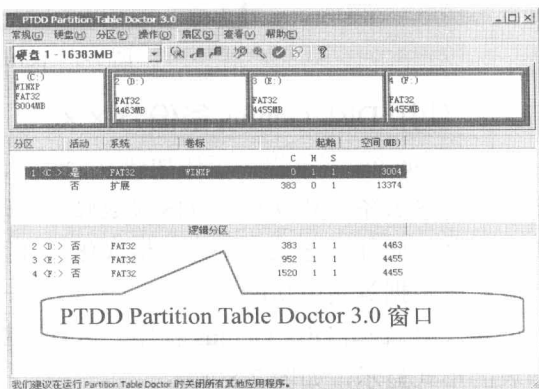

图 7-11 PTDD Partition Table Doctor 3.0 窗口
步骤② 单击“开始”|“程序”|“磁盘光盘工具”|“PTDD 磁盘分区表医生”命令，打开如图 7-11 所示的 PTDD Partition Table Doctor 3.0 窗口。